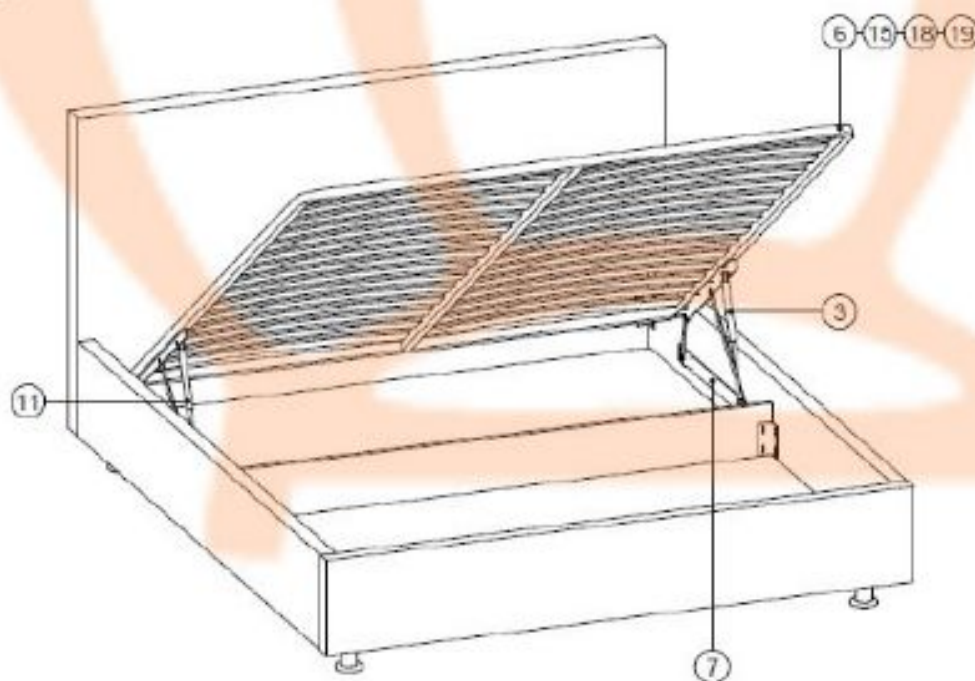

Рис. 5
Закрепите металлическую раму ортопедического основания (6) к правому и левому подъемным механизмам (7), установленным на боковых царгах (2), с помощью болтов М6х50 (18) и гаек М6 (19) через шайбы М6 (15) (см. рис.5)
Установите два газовых амортизатора (8) в левый и правый подъемные механизмы (7), (см. рис.5)